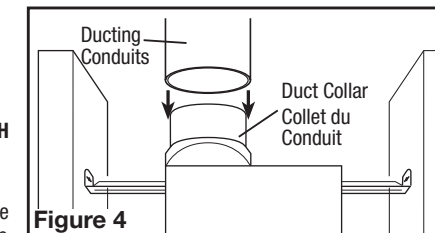

Figure 4
- Connect the proper size ducting (AKLS - 4" round, AKLS6, AKLS6H, 6" round) to the fan's duct collar (**Figure 4**). Secure in place using tape or screw clamp. Always duct the fan to the outside through a wall or roof cap. It is recommended that low restriction termination fittings be used.
- Branchez la canalisation de grandeur appropriée (AKLS - circulaire de 4 po, AKLS6, AKLS6H - circulaire de 6 po) au collet du conduit du ventilateur (**Figure 4**). Fixez en place avec du ruban adhésif ou d'une pince à vis. Toujours évacuer le ventilateur à l'extérieur à travers le mur ou un chapeau de toiture. Il est recommandé que les raccords d'extrémité basse de restriction sont utilisées.